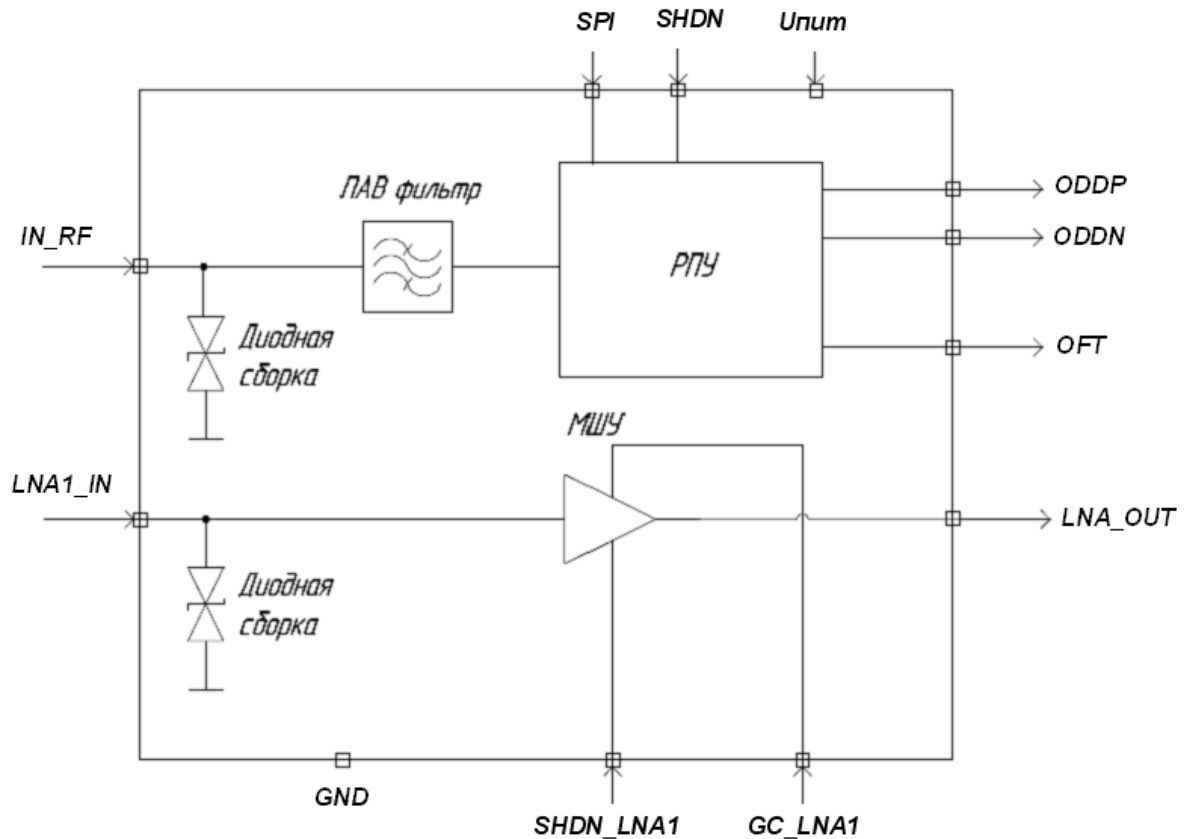

Рисунок 3 – Структурная схема микросборок ПУ
4.1 Структурная схема микросборок ПУ приведена на рисунке (Рисунок 3).